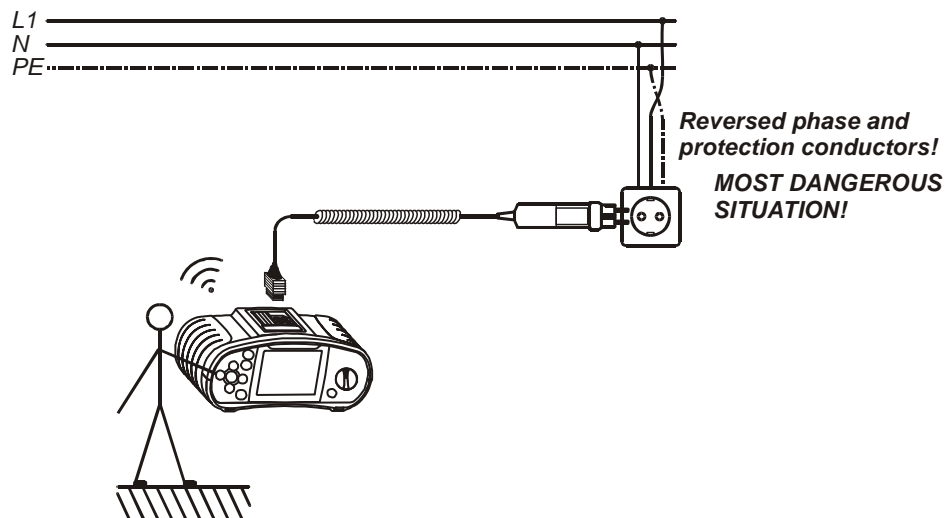

Figura 5.57: Conexión de la clavija del cable a la toma principal con inversión de los conductores L y PE
Paso 2 Mire el diagrama de conexiones que muestra la figura 5.57 y 5.58 para realizar la prueba al terminal PE.